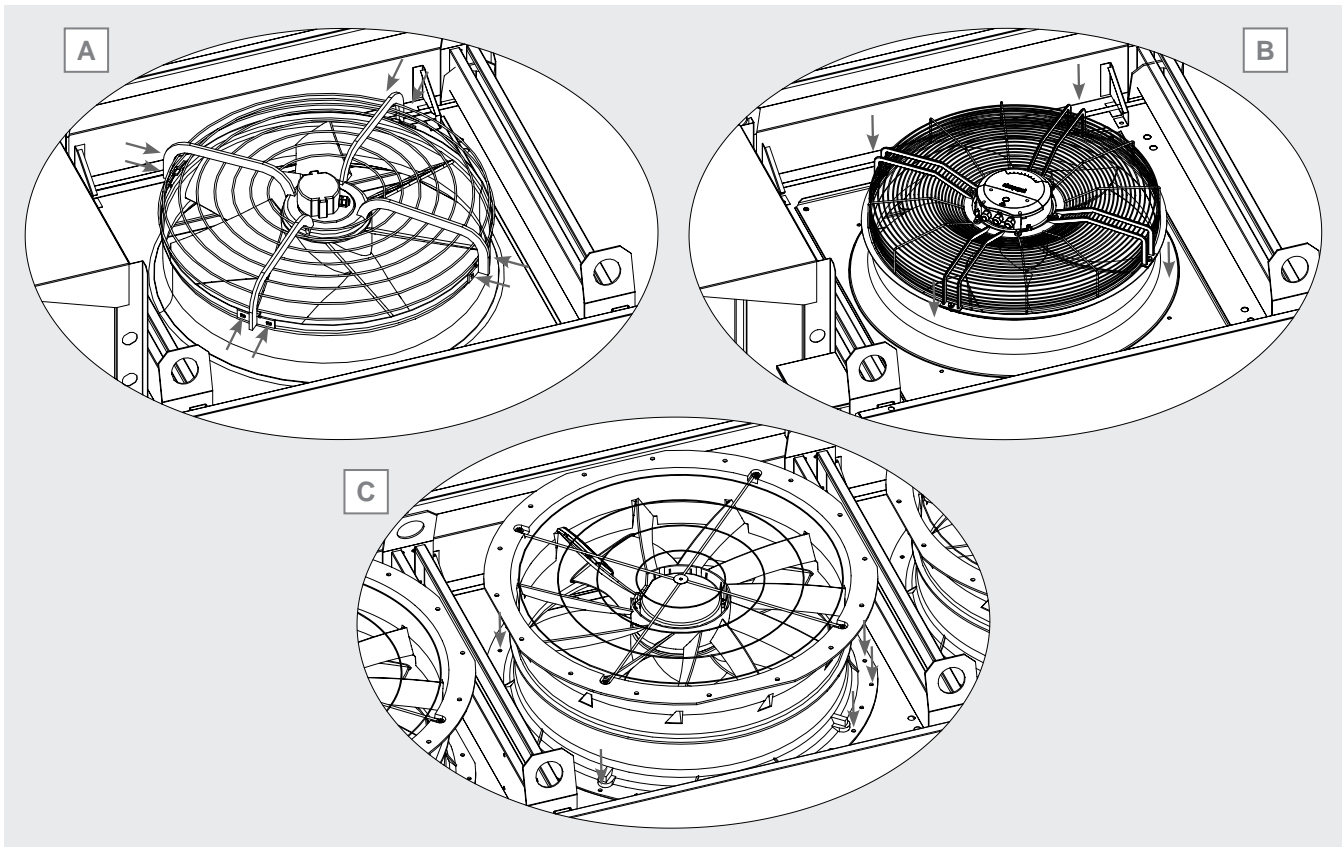

Abbildung 35
- Radiales Motorventilator: Das Gitter des Motorventilators wird mit Hilfe von radial angebrachten Schrauben an der am Modell installierten Düse befestigt. Siehe Abbildung 35 A.
- Ventilator mit planar Befestigung: Das Ventilatorgitter wird mit Schrauben, die vertikal an einem Flansch befestigt sind, an der auf dem Modell installierten Düse befestigt. Siehe Abbildung 35 B.
- Motorventilator mit integrierter Lüfterhaube: Der Motorventilator ist in eine Lüfterhaube integriert, die direkt auf dem Förderband des Modells befestigt ist. Siehe Abbildung 35 C.
- Radial- und Planarventilator: Suchen Sie die Schrauben, mit denen das Ventilatorgitter an der Lüfterhaube befestigt ist, und entfernen Sie sie vollständig. Bewahren Sie sie an einem geeigneten Ort auf. Siehe Abbildung 35 A und B.
- Motorventilator mit integrierter Lüfterhaube: Suchen Sie die Schrauben, mit denen die Lüfterhaube am Einlasskonus befestigt ist, und entfernen Sie sie vollständig. Bewahren Sie sie an einem geeigneten Ort auf. Siehe Abbildung 35 C.